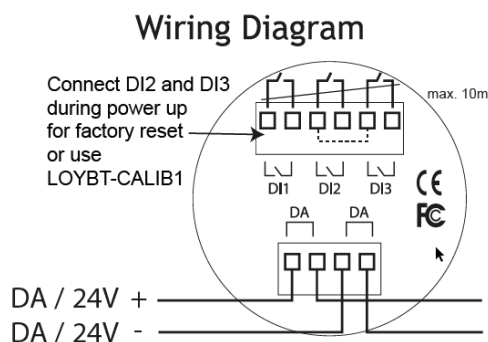

Abbildung 10: Anschlussplan und Info über Factory-Reset.
- Verbinden der Eingänge DI2 und DI3 wie in Abbildung 10 dargestellt und das Gerät versorgen.